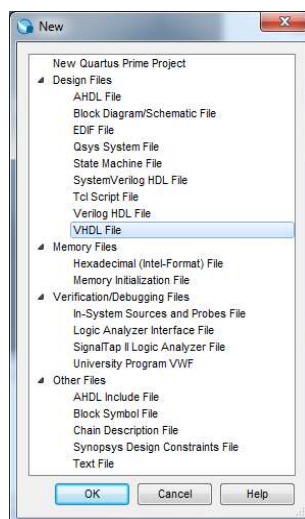

Figura 33 – Seleção do tipo de ficheiro a criar (VHDL File).
3. Crie um novo ficheiro para código fonte VHDL (menu “File→New”), de acordo com a Figura 33.